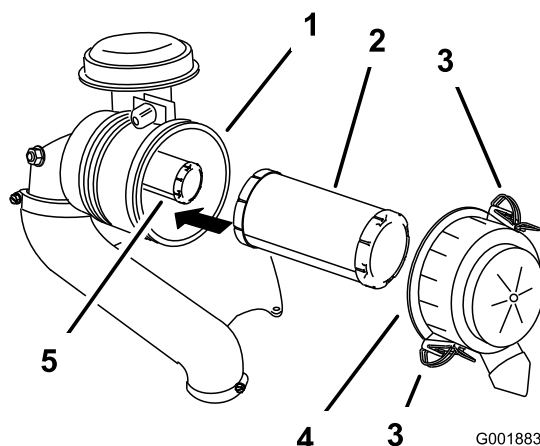

Figura 41
3. Abra los cierres del limpiador de aire y tire de la tapa de la entrada de aire para separarla del cuerpo del limpiador de aire (Figura 41).
5. Extraiga con cuidado el filtro primario de la carcasa del limpiador de aire (Figura 41).
2. Si va a cambiar el filtro de seguridad, deslícelo cuidadosamente en el cuerpo del filtro (Figura 41).
3. Deslice cuidadosamente el filtro primario por encima del filtro de seguridad (Figura 41).
4. Instale la tapa del limpiador de aire con el lado que lleva la palabra **up** hacia arriba, y fije los cierres (Figura 41).